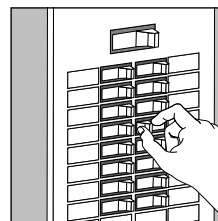

FIG. 2
**FIG. 2.** Mettez hors tension soit le commutateur principal, pour ainsi couper le courant dans toute la maison, soit le commutateur individuel qui commande l'alimentation au circuit particulier sur lequel vous mettrez en place le nouvel appareil d'éclairage.